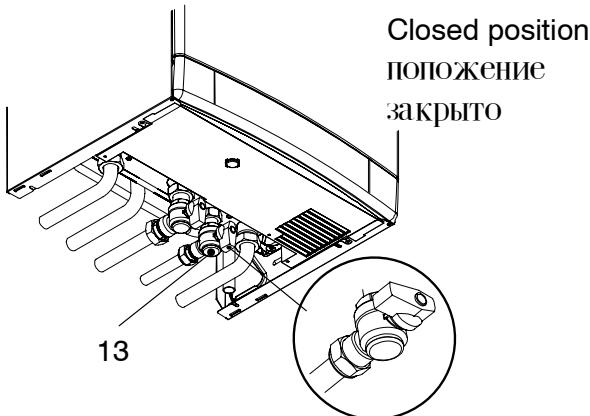

Fig. 8.3
1. Turn off the d.c.w. inlet isolating valve (13 in Fig. 8.3) and turn on the hot water taps and any drain cocks.
1. Закройте кран подачи горячей воды (13 на рис. 8.3) и откройте краны горячей воды и все сливные краны.